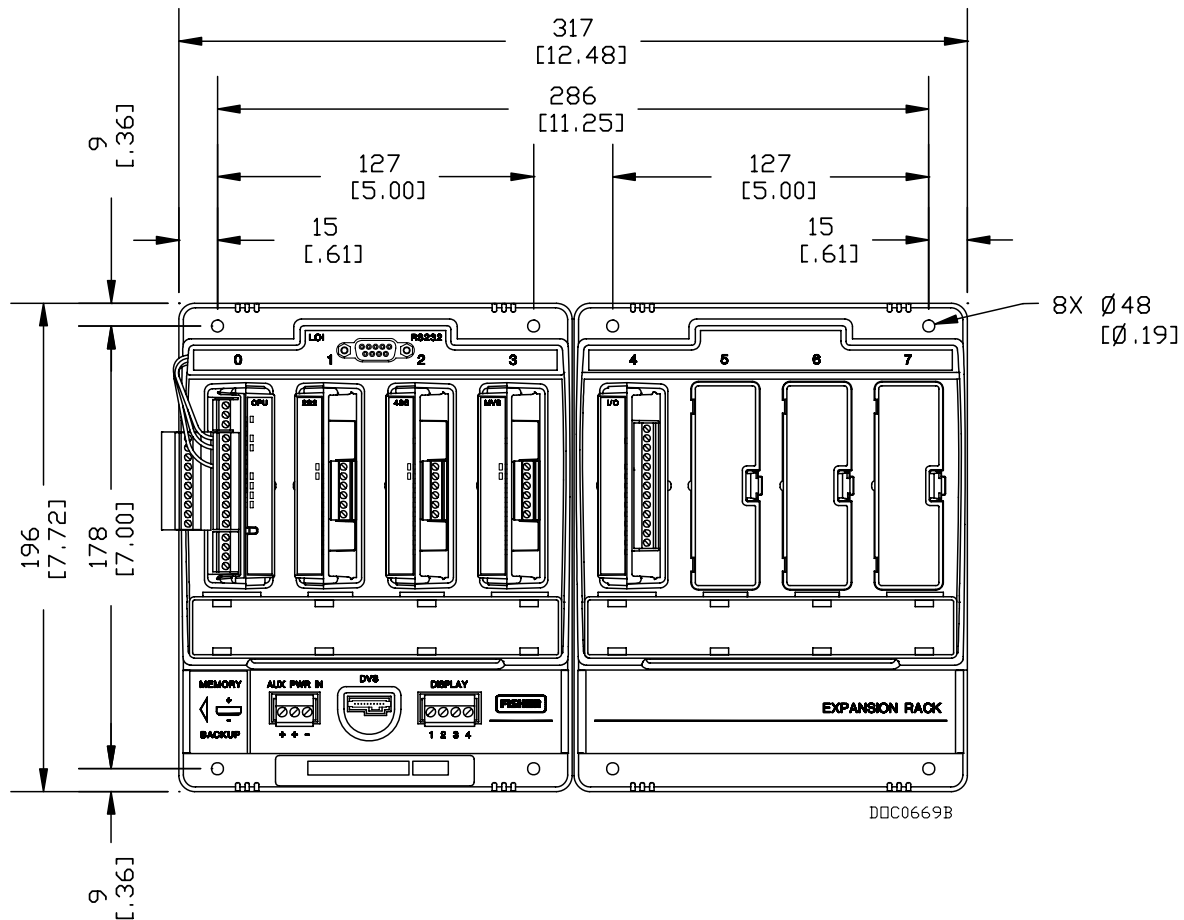

Рис. 2-2. Контроллер расхода FloBoss 107 с блоком расширения
3. Отметьте на стене четыре монтажных отверстия в соответствии с отверстиями на блоке расширения. См. *Рис. 2-2*.